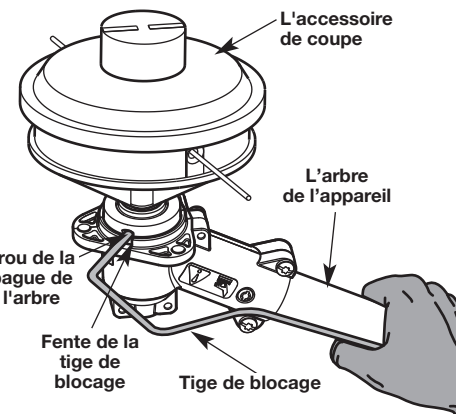

Fig. 7
2. Placez l'accessoire de coupe tel qu'illustré (Fig. 7). Alignez le trou de la bague du corps de l'arbre avec l'encoche de la tige de verrouillage. Insérez la tige de verrouillage dans le trou de la bague du corps de l'arbre.
3. Gardez la tige de verrouillage en place en la saisissant près du corps de l'arbre de l'appareil (Fig. 7).
1. Alignez le trou de la bague de l'arbre avec la fente de la tige de blocage, puis insérez la tige dans le trou de la bague (Fig. 7).
2. Maintenez la tige de blocage en place en la saisissant près du bras de l'appareil (Fig. 7).